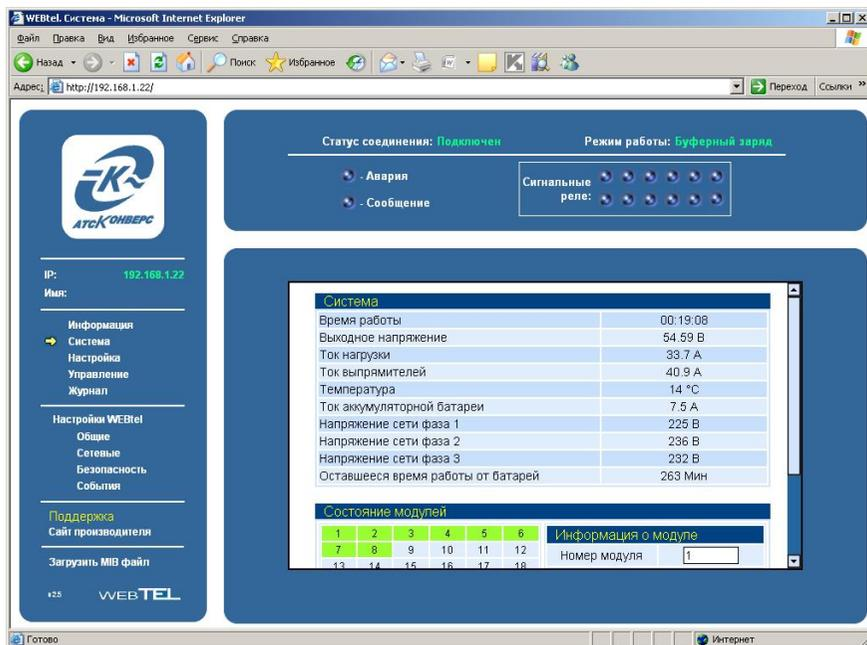

Рисунок 9 – Страница состояния контролируемого объекта
Для просмотра web-страниц адаптера необходимо запустить web-браузер (рекомендуется использовать Microsoft Internet Explorer 5.x и выше, поддержка Java-скриптов должна быть включена), и в строке для ввода адреса ввести IP-адрес адаптера, например «<http://192.168.1.211>». После ввода адреса адаптера автоматически отображается страница состояния контролируемой СБЭП (рисунок 9).
7.1.1 Располагается в левой части окна web-браузера (рисунок 9) и служит для открытия соответствующих страниц адаптера.
7.2.1 Отображается в верхней части окна web-браузера (рисунок 9) и служит для контроля общего состояния СБЭП. Информация в панели оперативного статуса обновляется автоматически каждые 10 секунд.